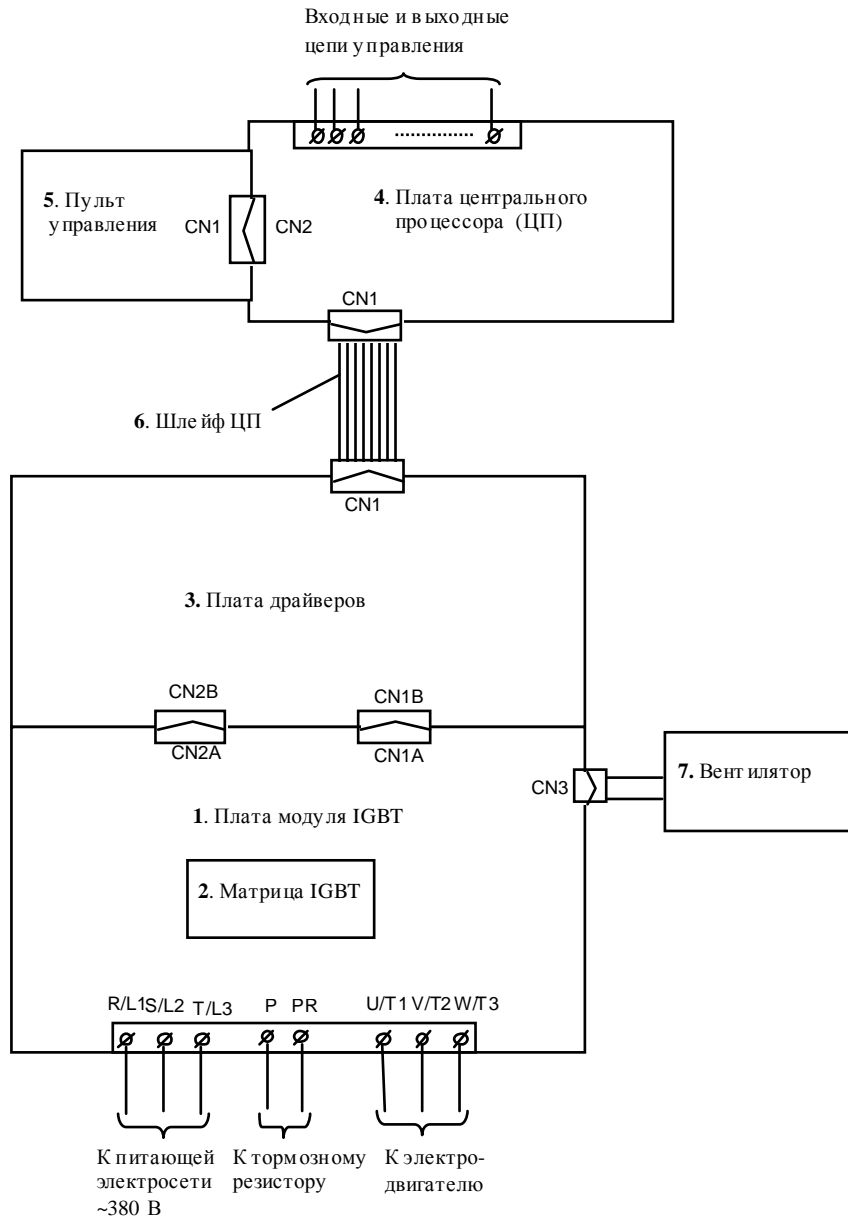

Рис. 4.2. Блок-схема преобразователей частоты ЕЗ-9100-003Н и ЕЗ-9100-005Н
4.3. Блок-схема преобразователей частоты ЕЗ-9100-003Н и ЕЗ-9100-005Н приведена на рис. 4.2, структурная схема преобразователей - в Приложении 1.
4.4. Фотографии сменных узлов, входящих в состав преобразователей частоты ЕЗ-9100-003Н и ЕЗ-9100-005Н, приведены в табл. 4.1. (Порядковые номера соответствуют рис. 4.2)